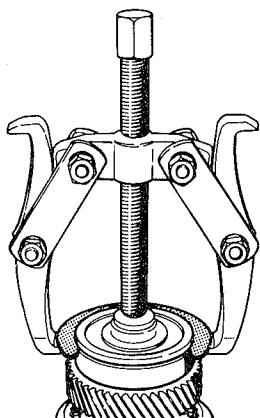

fig. 72
2. Instalar o anel-trava da capa do rolamento e, com um sacador de duas garras, apoiadas no anel-trava, remover o rolamento (fig. 72). Remover o anel-trava da capa do rolamento